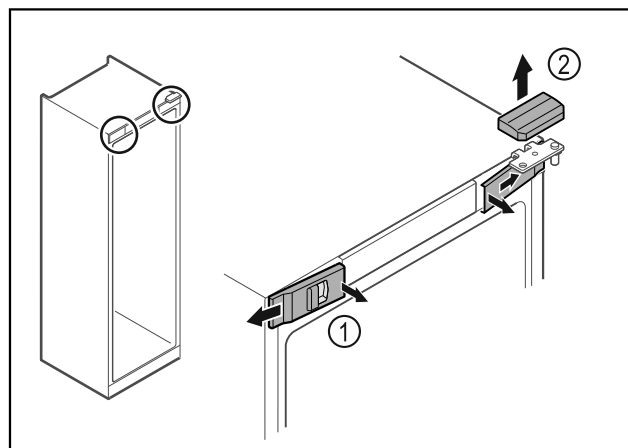

Fig. 14
- ▶ Klik de forreste indvendige afdækninger Fig. 14 (1) ud, og tag dem af i siden.
- ▶ Tag den øverste afdækning Fig. 14 (2) af oppefter.